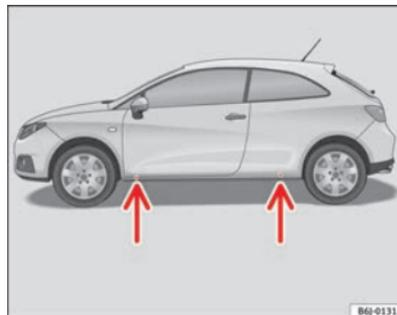

Abb. 124 Aufnahme-
- Suchen Sie den Aufnahmepunkt am Unterholm, der dem zu wechselnden Rad am nächsten liegt ⇒ Seite 213, Abb. 124.
Am Unterholm kennzeichnen jeweils vorn und hinten Eindrückungen die Stellen, an denen der Wagenheber angesetzt werden darf ⇒ Seite 213, Abb. 124. Es gibt für jedes Rad genau eine Stelle. An anderen Stellen darf der Wagenheber nicht angesetzt werden.